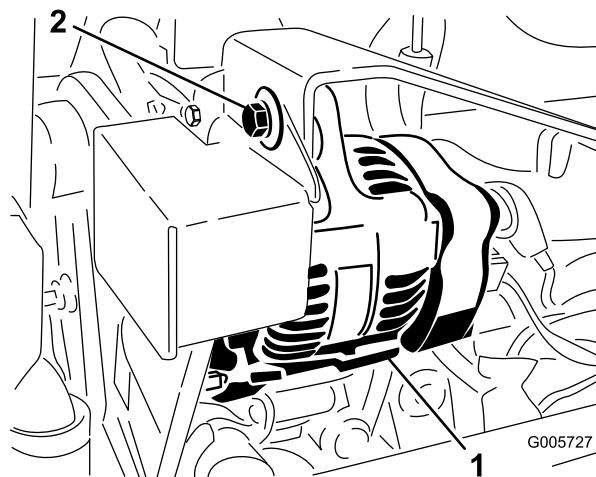

Figure 63
2. Lorsque la tension est correcte, la courroie présente une flèche de 10 mm quand une force de 44 N est exercée à mi-chemin entre les poulies (Figure 63).